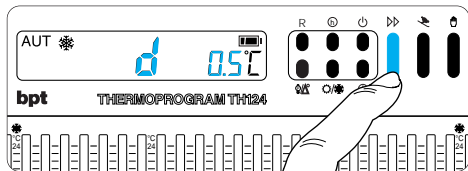

Fig. 14
**4.2** - Premere il pulsante  $\gg$  (fig. 14) sino a che non si raggiunge il valore desiderato.